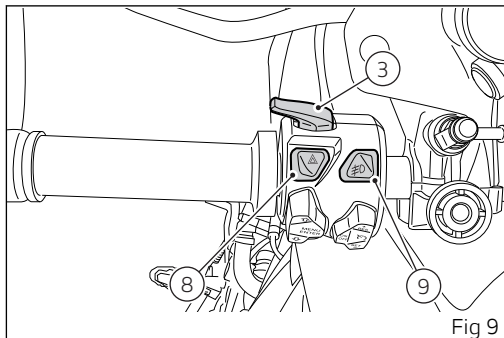

Fig 9
3) HIGH-BEAM/FLASH BUTTON (FLASH) (Fig 9)